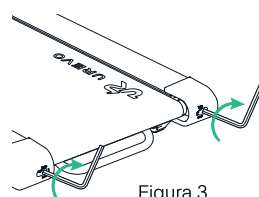

Figura 3
2. Con la chiave esagonale, ruotare entrambe le viti del rullo tenditore in senso orario di $1/2$ giro (vedi figura 3).